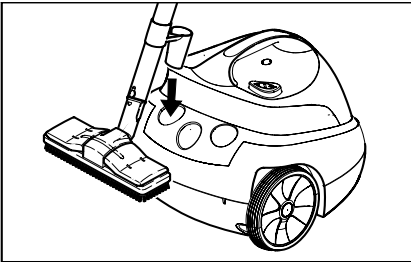

Рисунок 7
- Сопло точкового струменя (D1) можна використовувати разом із круглою щіткою (D2) (див. рис. 7). При цьому обидві в'ямки насадки встановлюють на фіксатор сопла точкового струменя та повертають у напрямку годинникової стрілки до упору.